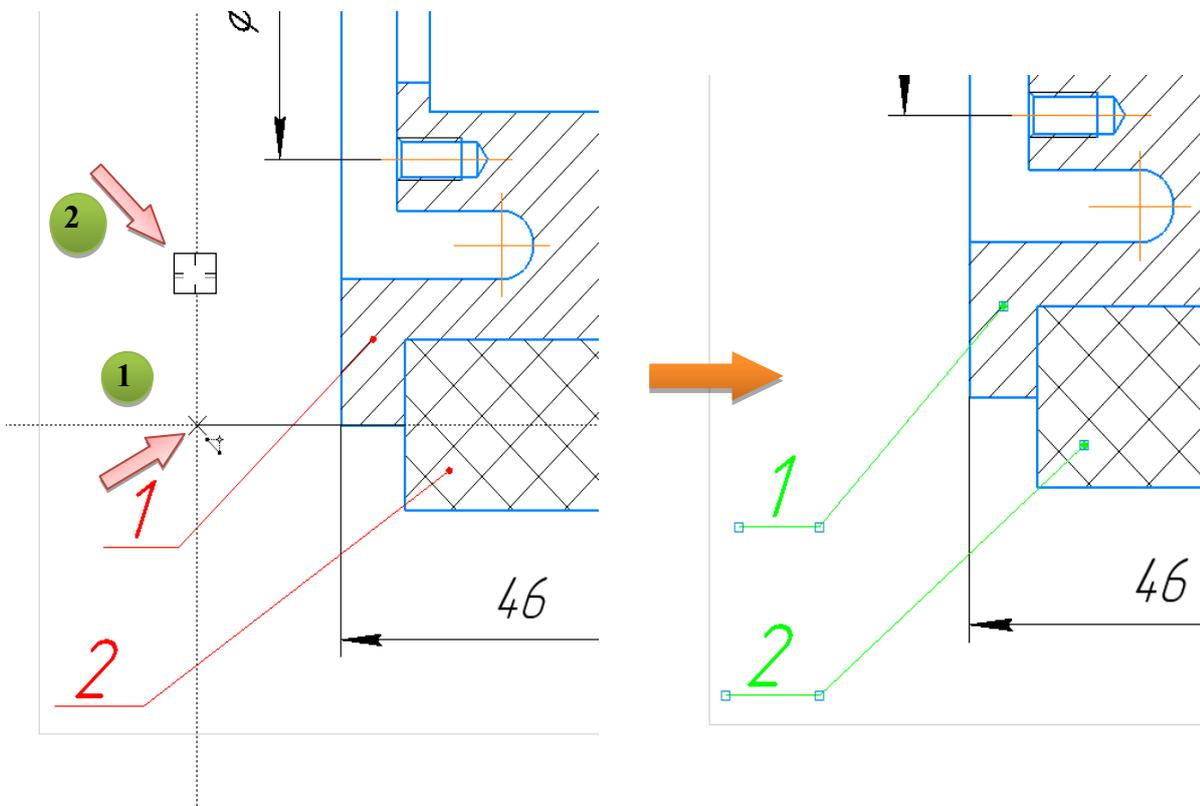

Рис. 2.27. Выравнивание позиций по вертикали
- Нажмите кнопку «Выровнять полки выносок»  на вкладке «Обозначения» или через меню «Оформление → Выровнять полки выносок» (рис. 2.27).